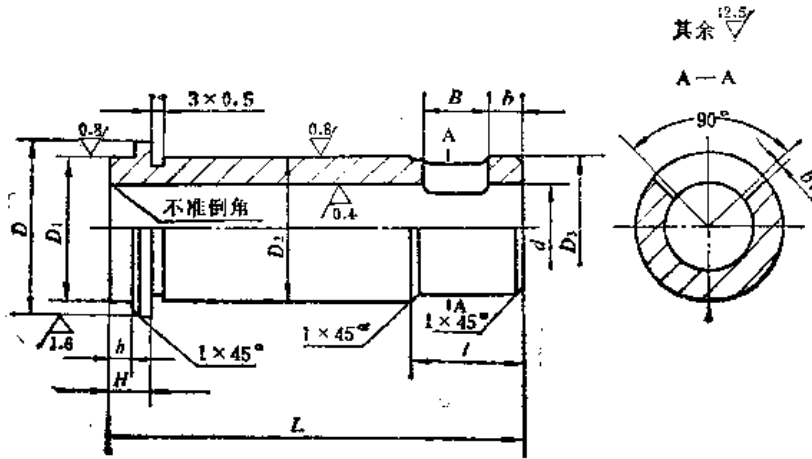

图6-1-10 卧式冷室压铸机压室
(1) 卧式压铸机的压室 如图6-1-10所示，比立式简单，其制造工艺性亦较好。规格见表6-1-1。